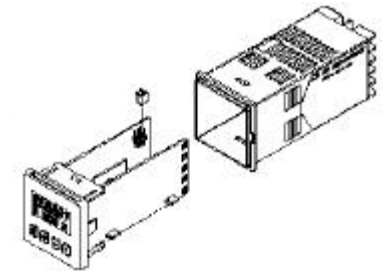

Bild 4.4: Lage der Jumper
3. Stecken Sie den Elektronikeinschub wieder in das Gehäuse. Achten Sie hierbei auf die richtige Lager der Jumper links Oben (Bild 4.4)...